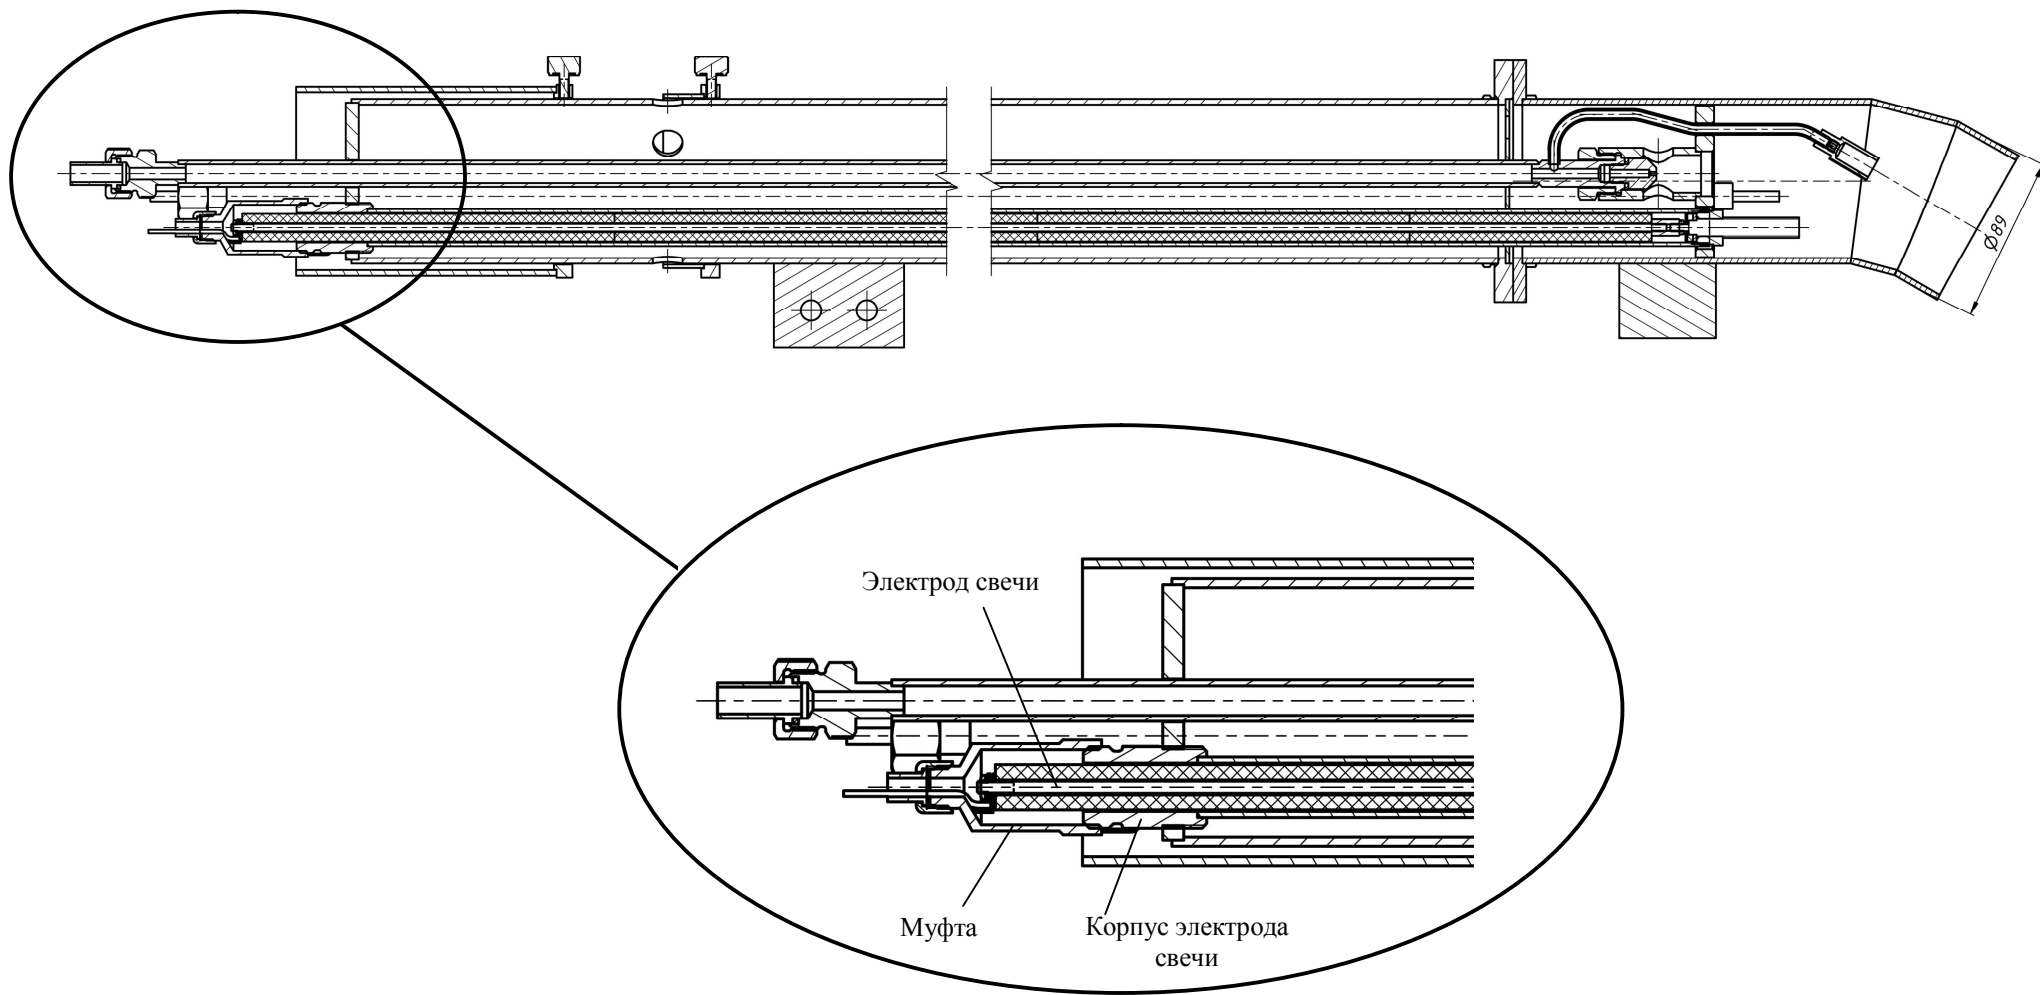

Рис. 3. Демонтаж свечи накаливания.
3. Демонтаж свечи накаливания – Рис. 3: